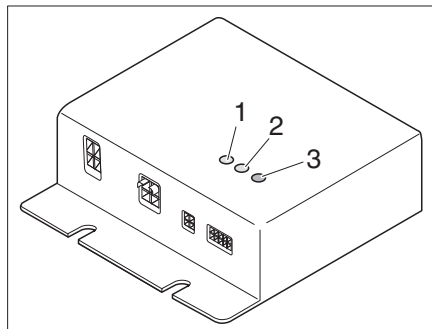

Bild 305 Regelgerät
Das Regelgerät (Bild 305) ist im Kleiderschrank eingebaut. Die Kontroll-Leuchten auf dem Regelgerät haben folgende Bedeutung:
- Kontroll-LED (Bild 305,1) HK1 leuchtet grün: Heizkreis 1 ist in Betrieb
- Kontroll-LED (Bild 305,2) HK2 leuchtet grün: Heizkreis 2 ist in Betrieb
- Fehler-LED (Bild 305,3)